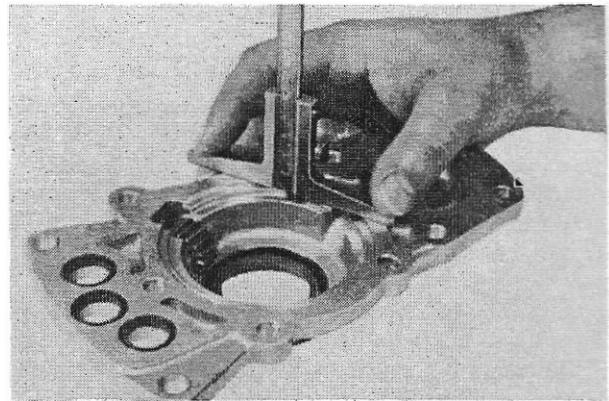

Abb. 53
4. Den Abstand von der Dichtfläche des Tachodeckels bis zu der kleineren (tiefer liegenden) Ausdrehung feststellen (Abb. 53). Der Unterschied der beiden Maße ergibt die Dicke der Ausgleichsscheiben (812), die in die Ausdrehung des Tachodeckels gelegt werden müssen. Die Ausgleichsscheiben sind in den Dicken von 0,1; 0,2; 0,3 und 0,4 mm vorhanden.